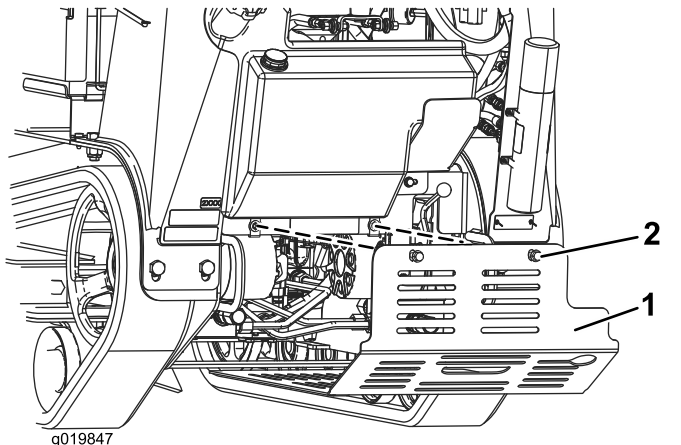

Figura 25
3. Allentate uno dopo l'altro i 2 bulloni che fissano lo schermo inferiore, fino a liberare completamente lo schermo (Figura 25).
5. Per montare lo schermo di protezione prima di mettere in funzione la macchina, fatelo scorrere nella macchina in modo che poggi su tutte e 4 le alette e fissatelo con i 2 bulloni che avete precedentemente allentato (Figura 25).